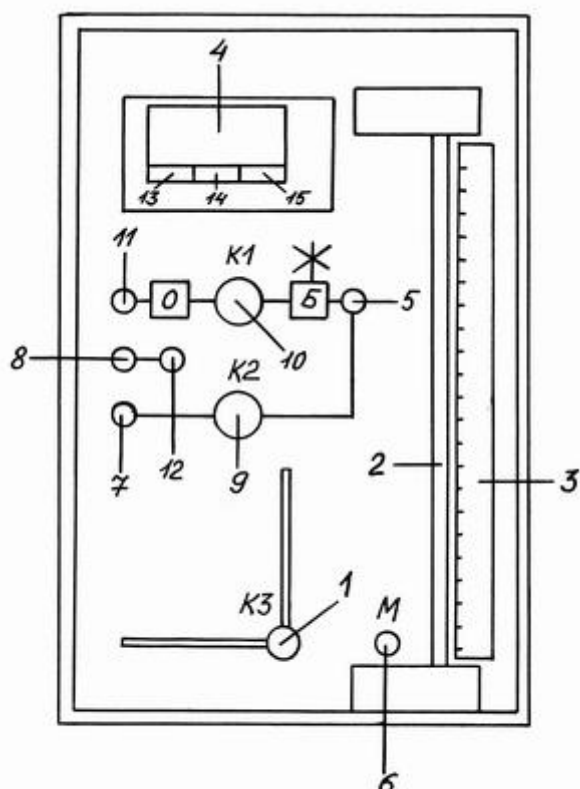

Рис. 2
**ЛКТ-5.** Все элементы комплекса размещены в корпусе, состоящем из передней панели и двух боковин. Органы управления вынесены на переднюю панель, на которой нанесена схема соединений элементов комплекса (рис.2).
Основной элемент комплекса — *б а л л о н* объемом 3.0 л, который находится за передней панелью (на рис.2 не показан). Баллон снабжен краном *К3* (1), рукоятка которого выведена на панель прибора. В целях безопасности на баллон в рабочем состоянии надет мешок из плотной ткани. За передней панелью установлен осушитель (стеклянный баллончик с силикагелем), удерживаемый пружиной.